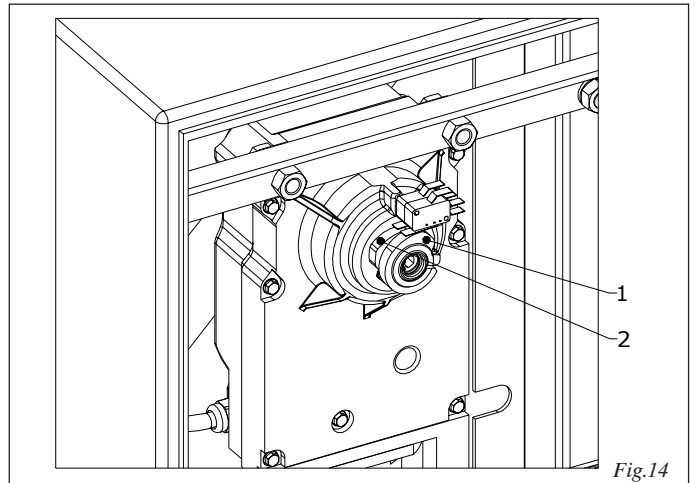

Fig.14
- Die Antriebsnocken, Abb. 14 - Bez. 1 und 2, der End-Mikroschalter so einstellen, dass sie bei geöffnetem oder geschlossenem Balken kurz vor dem entsprechenden mechanischen Anschlag betätigt werden.